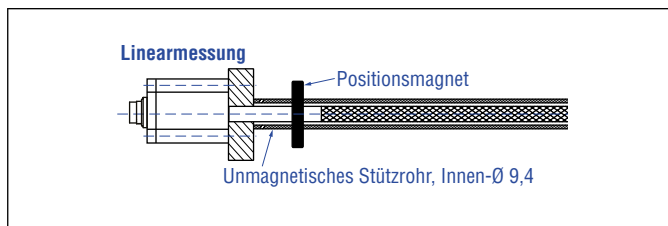

Abb. 19: Sensor mit Stützrohr/Schutzrohr bei einer Linearmessung
1. Führen Sie den flexiblen Messstab immer in einem Stützrohr/ Schutzrohr (z.B. Sensorrohr HD/HL/HP oder HFP-Profil). Das Stützrohr muss aus unmagnetischem Material bestehen und einen Innendurchmesser von mindestens 9,4 mm haben (Abb. 19). Es kann gerade oder gebogen sein.